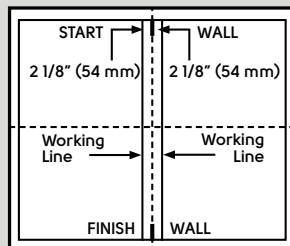
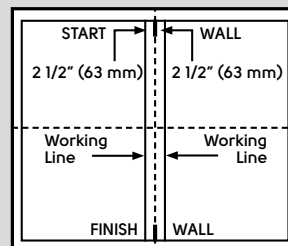

Fig. 2a
Fig. 2b
2. Mida 54 mm para tablonces de 152,4 mm de ancho (fig. 2a) o 63 mm para tablonces de 177,8mm de ancho (fig. 2b) desde la izquierda y la derecha de la marca central en ambos extremos de la habitación y marque una línea con tiza.